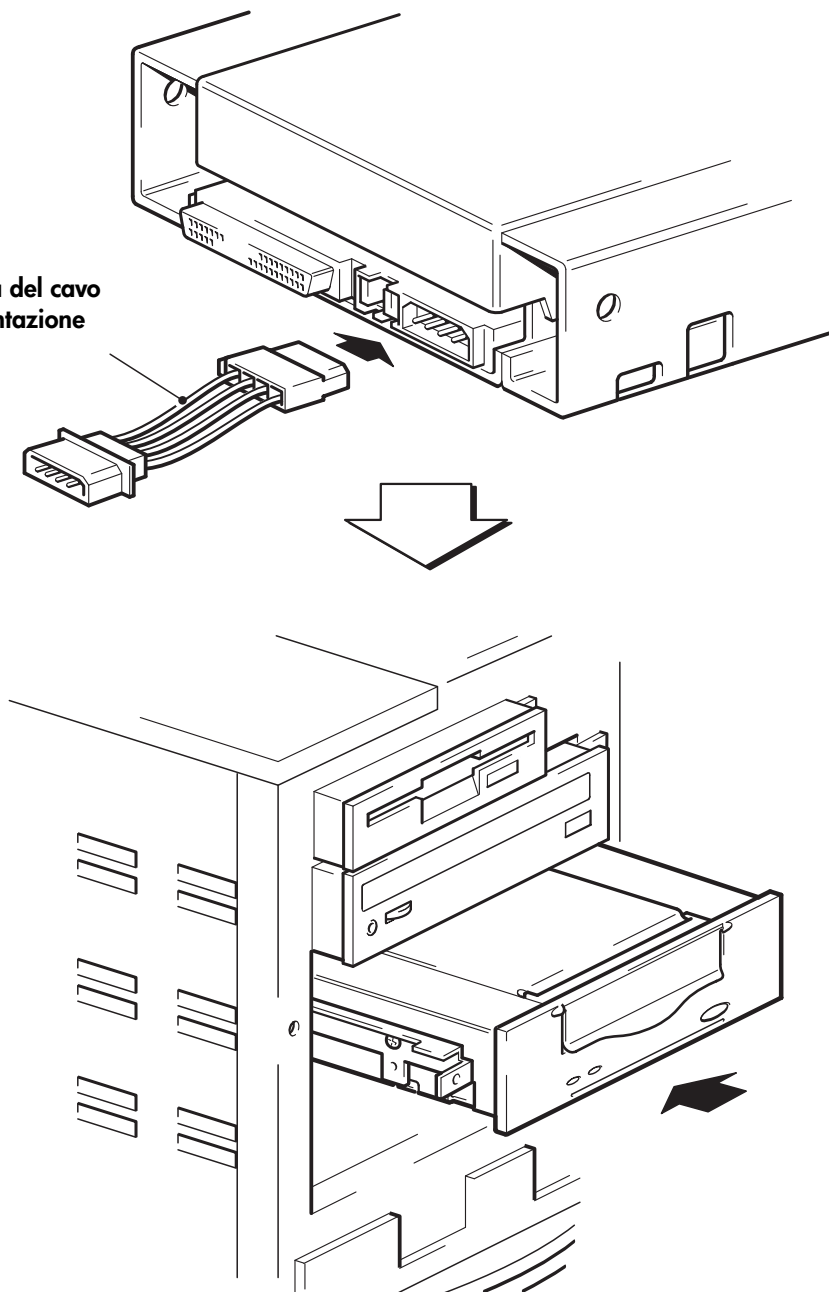

Figura 7: installazione dell'unità
- 1 Collegare la prolunga del cavo di alimentazione al connettore di alimentazione posto sul retro dell'unità a nastro, come illustrato nella figura 7.
- 2 Fare scorrere l'unità a nastro nel vano aperto, allineando il supporto o le guide agli slot del vano, come illustrato nella figura 7.